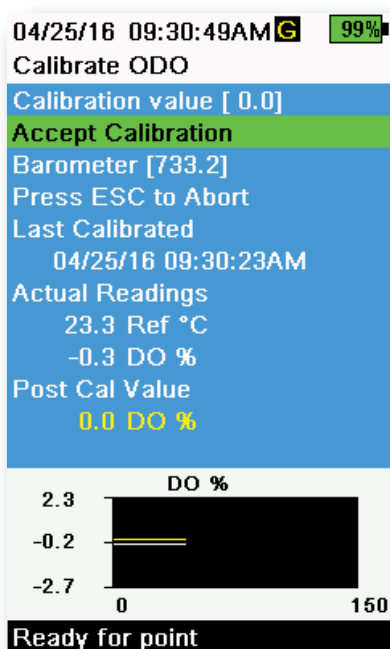

Figura 53 Calibra punto zero ODO
3. Osservare le letture delle misure effettive per la stabilità (la linea bianca sul grafico non mostra alcun cambiamento significativo per 40 secondi), quindi selezionare **Accept Calibration (Accetta calibrazione)** (Figura 53). "Calibrazione riuscita!" sarà visualizzato nell'area dei messaggi.